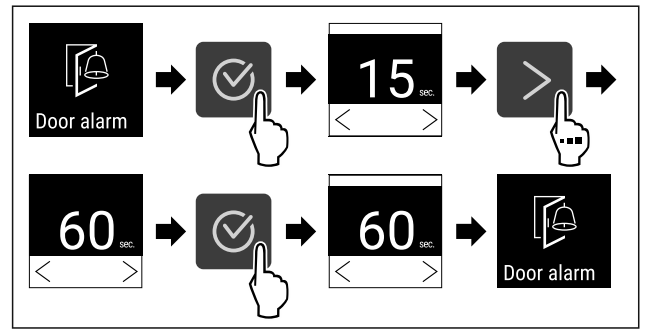

Fig. 104
- ▶ Izvedite zahtevane korake (glejte Fig. 104) .